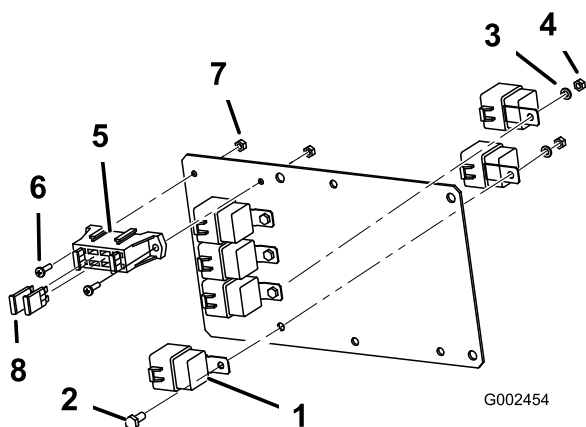

図 7
1. リレー 6 個を取り付けプレート（図 7）に取り付ける；ボルト (1/4 x 5/8 inch) 4 本、ロックワッシャ (1/4 インチ) 4 枚とナット (1/4 インチ) 4 個を使用する。リレー 4 個はプレートの前面に取り付けることができるが、2個は裏面に取り付ける必要がある。裏面に取り付ける 2 個は、表面に取り付けるリレーと同じ穴をつかい、同じねじで共締めする。
2. ヒューズ・ブロックの端を取り付けプレートに固定する (図 7) ; ねじ (#10) 2 本とナット (#10) 2 個を使用する。
4. ECU 取り付けプレートのヒューズ・ブロックの真ん中の未使用スロットに、サーマル・ブレーカ (30 A) 2個を取り付ける (図 7)。